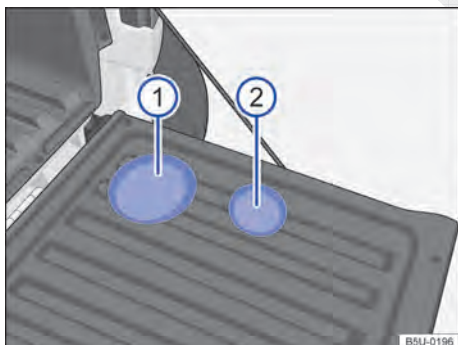

Fig. 101 No revestimento da tampa do compartimento de carga: ① porta-garrafas e ② porta-copos.
Para utilizar os porta-garrafas ⇒ Fig. 101 ① e os porta-copos ② abra a tampa do compartimento de carga.